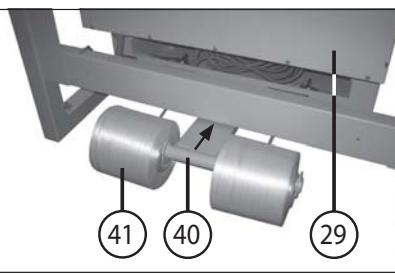

Fig. 4
- 29 = Painel de comando (fig. 4)
- 40 = Suporte dos rolos da fita (fig. 4 e 17)
- 41 = Rolos da fita (fig. 4 e 17)